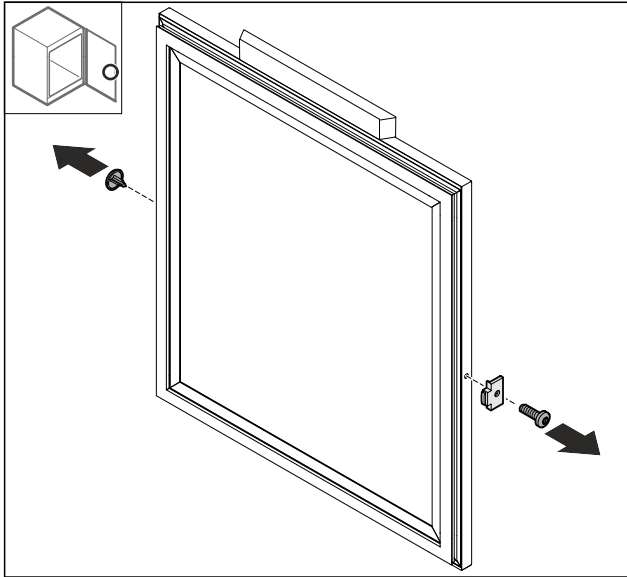

Fig. 73
- Fjern dekkelet Fig. 73 (1).
- Demonter dørstopperen Fig. 73 (2).